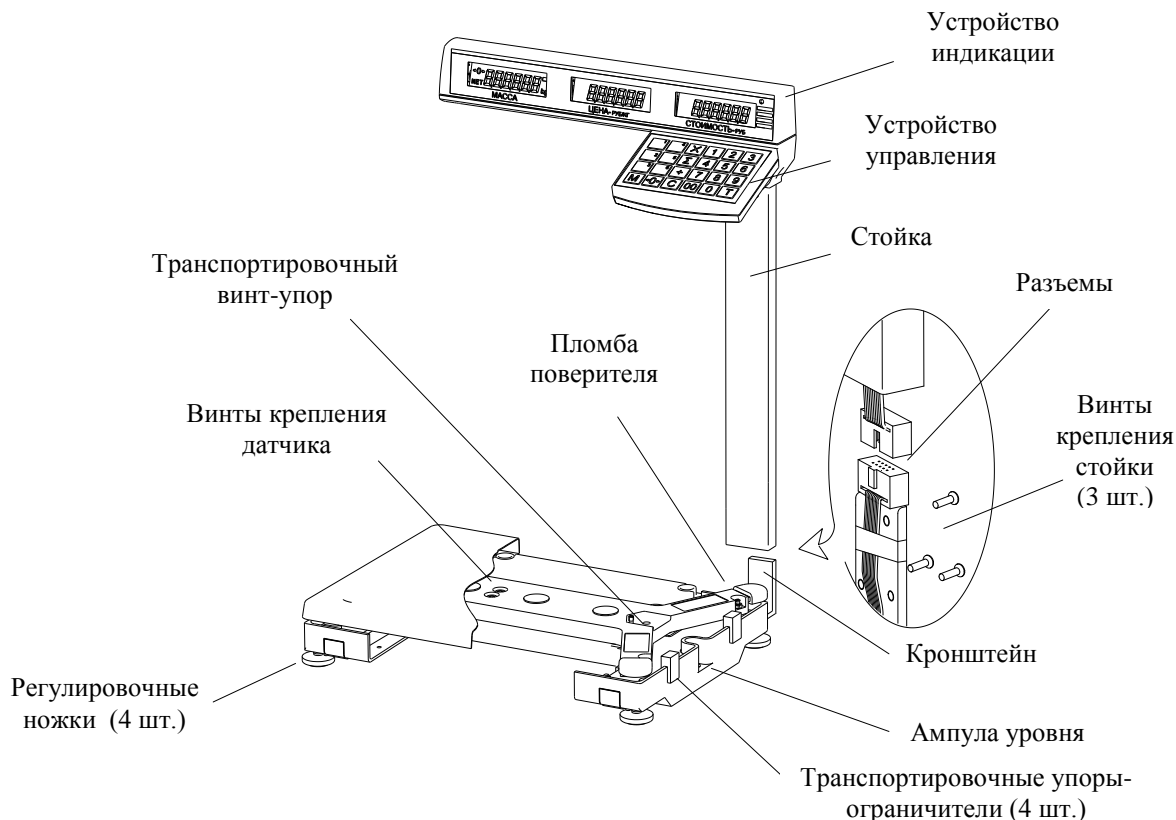

Рис. 5.1- Весы МК\_ТВ21
Конструкция весов представлена на Рис. 5.1, Рис. 5.2. Расположение разъемов весов МК\_ТН21(RU) – на Рис. 5.3 Назначение кнопок клавиатуры и элементов индикатора приведено в Табл. 5.1, Табл. 5.2.
6.2 Снять грузоприемную платформу с весов и убрать транспортировочные упоры-ограничители (Рис. 5.1, Рис. 5.2).